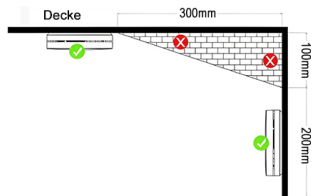

Abbildung 1
5. Wenn der Melder nicht an die Deckenmitte installiert werden kann, bringen Sie ihn 300mm von den Ecken entfernt an. (Abb. 1).
6. Wenn der Alarm an der Seitenwand installiert ist, sollte er 100mm entfernt von der Decke angebracht werden. (Abb. 1).